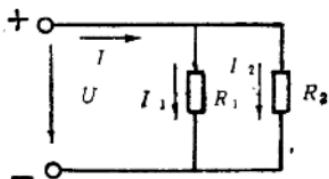

图 1-8 电阻并联
② 电阻的并联连接：由两个或两个以上的电阻，一端连接在一起，另一端也连接在一起，称为电阻的并联连接，如图1-8所示。 R_1 和 R_2 组成并联接法，其特点为：